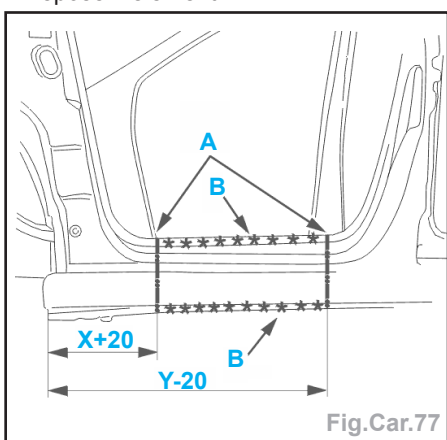

Fig.Car.77
- Tracer puis découper à l'aide d'une meule épaisseur **1 mm** (coupe provisoire suivant **A**) (Fig.Car.77).